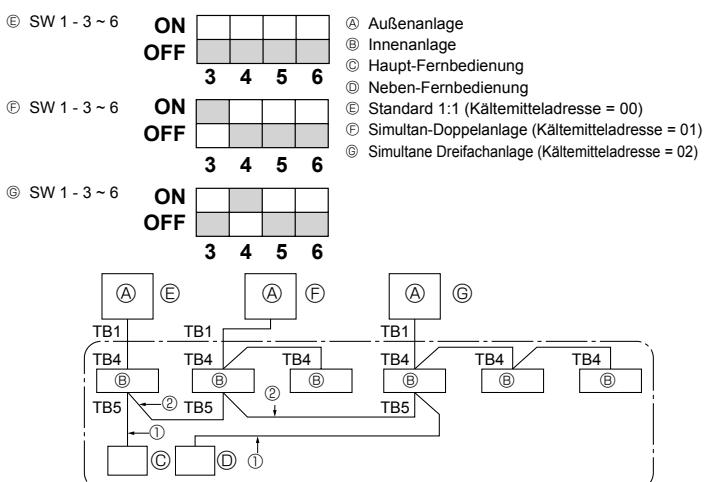

Fig. 9-1
- ③ Da die Anlage sich automatisch etwa zwei bis drei Minuten nach dem Sammeln des Kältemittels ausschaltet (LED1 und LED2 leuchten), stellen Sie sicher, daß das Gassperrventil unverzüglich geschlossen wird. Wenn LED1 und LED2 leuchten und die Außenanlage ausgeschaltet ist, öffnen Sie das Flüssigkeitsperrventil vollständig, und wiederholen Sie dann nach Ablauf von drei Minuten Schritt ②.
- ④ Unterbrechen Sie die Stromversorgung (Leistungsschalter).
9. Kontrolle des Systems (Fig. 9-1)